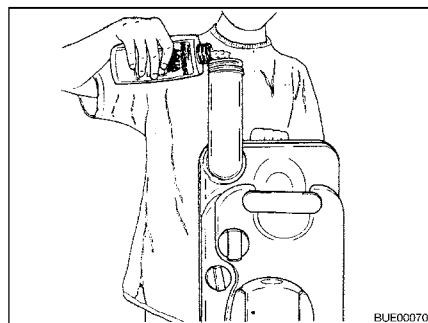

Bild 280 Fylla på sanitetsvätska
- Fyll på angiven mängd sanitetsvätska i latrintanken (Bild 280).